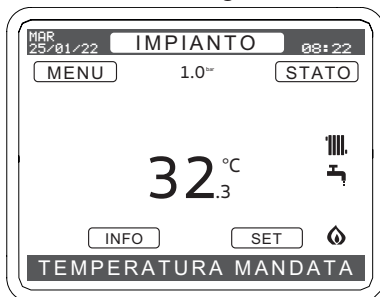

Figura 1.6
- Premere il tasto (↖) per attivare il display e visualizzare lo stato in cui si trova la caldaia (ultimo memorizzato) Figura 1.6.